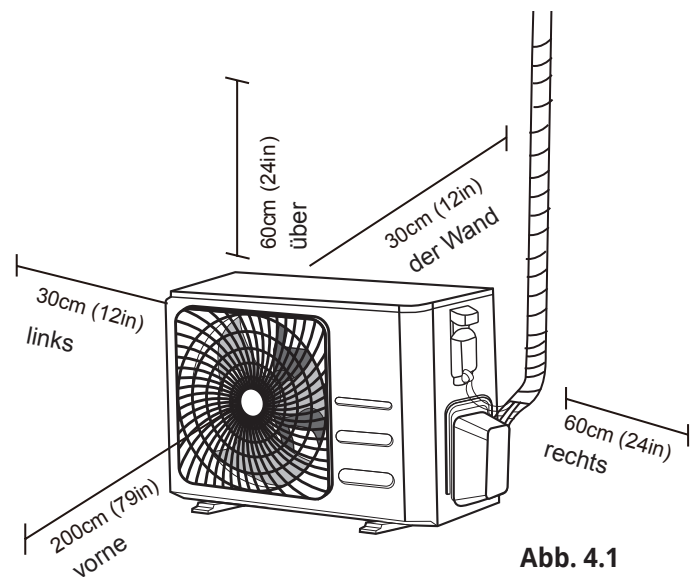

Abb. 4.1
- ☑ Sie erfüllen alle Anforderungen, wie im Abschnitt Spezifikationen des Installationsstandorts (Abb. 4.1) dargestellt